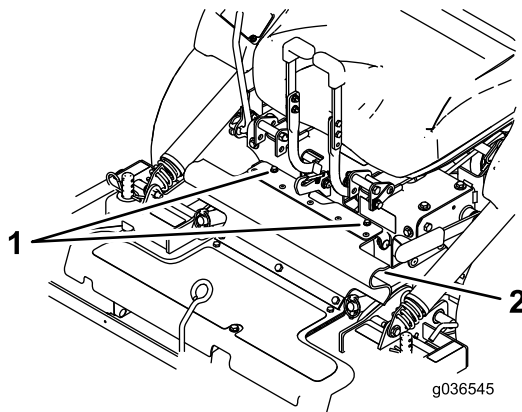

Figura 12
3. Allentate i bulloni applicati alla protezione in gomma (Figura 12).